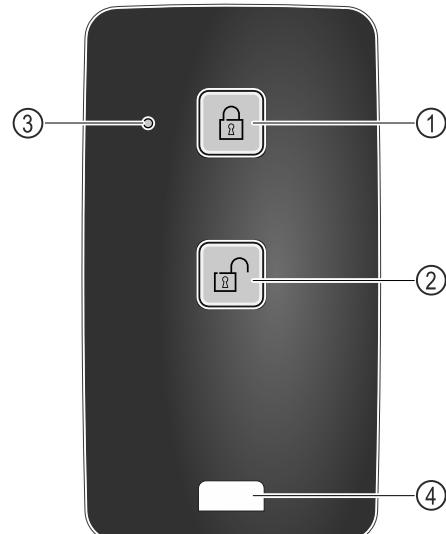

Fig. 219
- (1) Schloss verriegeln
- (2) Schloss entriegeln
- (3) Status LED
- (4) Befestigungssöse
- ▶ Taste Fig. 219 (1) auf der Fernbedienung drücken.
- ▶ Taste Fig. 219 (2) auf der Fernbedienung drücken.
- ▶ Status-LED Fig. 219 (3) gibt bei Tastendruck eine optische Rückmeldung.
- ▶ Öse Fig. 219 (4) zur Befestigung der Fernbedienung, zum Beispiel an einem Schlüsselbund.